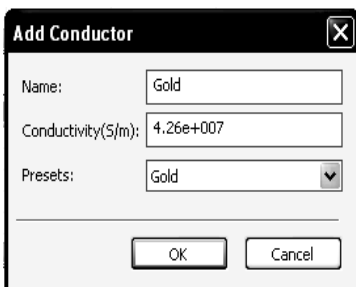
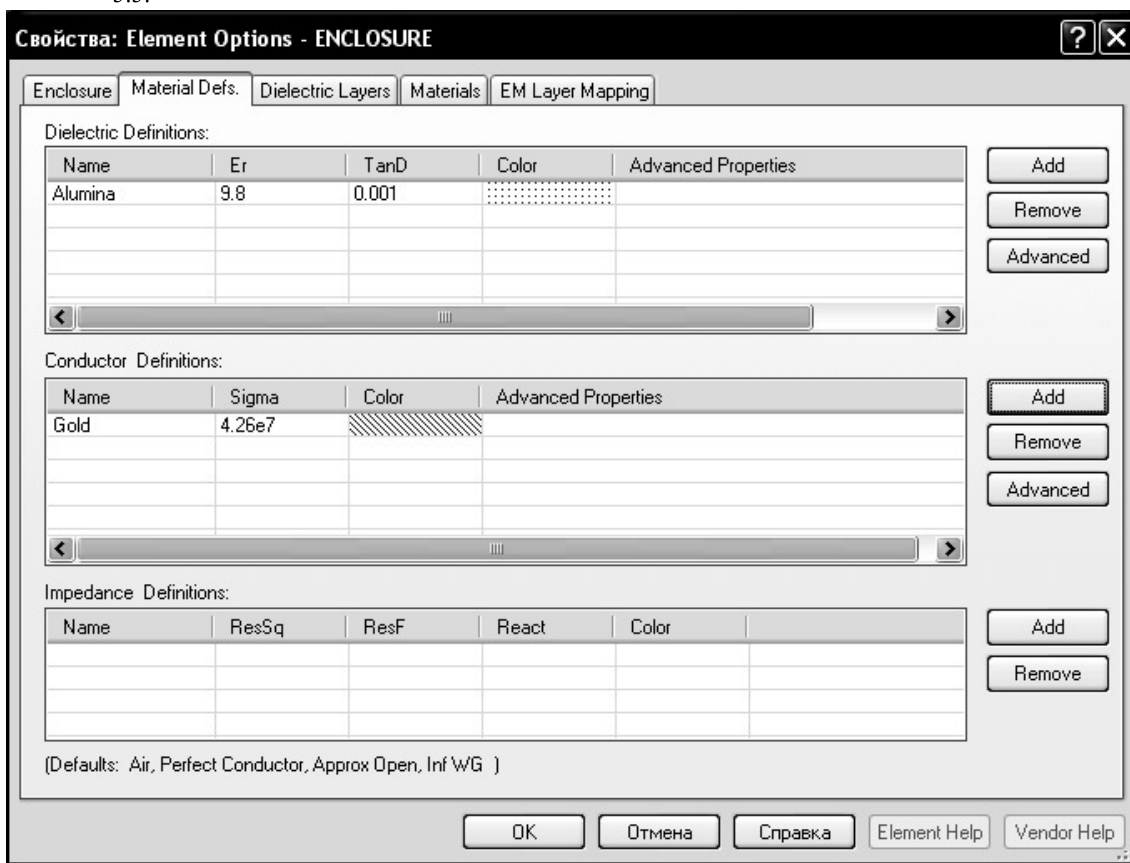

Рис. 5.4
Рис. 5.5
7. Щёлкните мышкой по кнопке **Add** для **Conductor Definitions**, чтобы добавить материал проводника. Откроется дополнительное диалоговое окно **Add Conductor** (рис. 5.4). В поле **Presets** введите **Gold**, остальные поля этого окна заполнятся автоматически. Нажмите **OK**. Вкладка **Material** окна свойств электромагнитной структуры должна выглядеть, как показано на рис. 5.5.